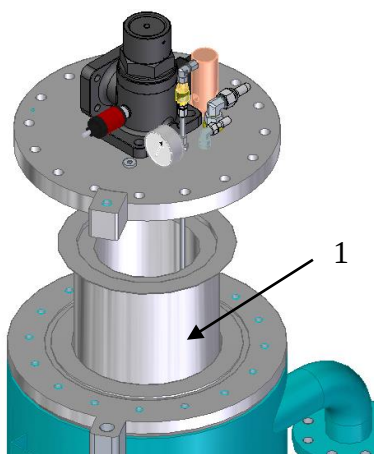

图40：油细分离器
5. 用扳手松开并取油气桶盖并取出油细分离器(图40/1)。
6. 从油细分离器上取下旧的密封件(图40/1)。
8. 将新的油细分离器(图40/1)放入油气桶内。